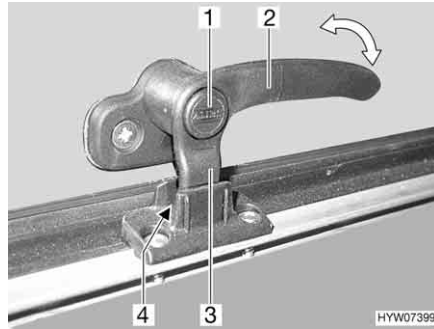
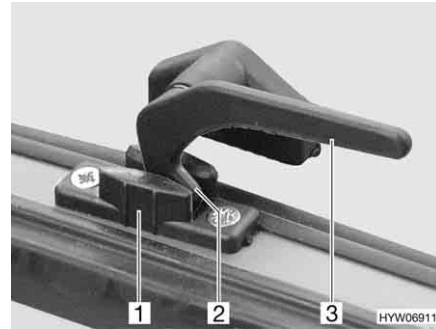

Fig. 56 Levier de verrouillage avec bouton de sécurité en position "Aération permanente"
Fig. 57 Levier de verrouillage en position "Aération permanente"
- En position "Aération permanente" (Fig. 56 et Fig. 57)
- S'il existe, appuyer sur le bouton de sécurité (Fig. 56,1) et le maintenir enfoncé.
- Tourner le levier de verrouillage (Fig. 56,2 ou Fig. 57,3) d'un quart de tour vers le centre de la fenêtre.
- Remettre le levier de verrouillage en position initiale. Le tenon de verrouillage (Fig. 56,3 ou Fig. 57,2) du levier de verrouillage doit pénétrer alors dans le logement prévu à cet effet dans le verrouillage de fenêtre (Fig. 56,4 ou Fig. 57,1).
- Relâcher le bouton de sécurité (Fig. 56,1).